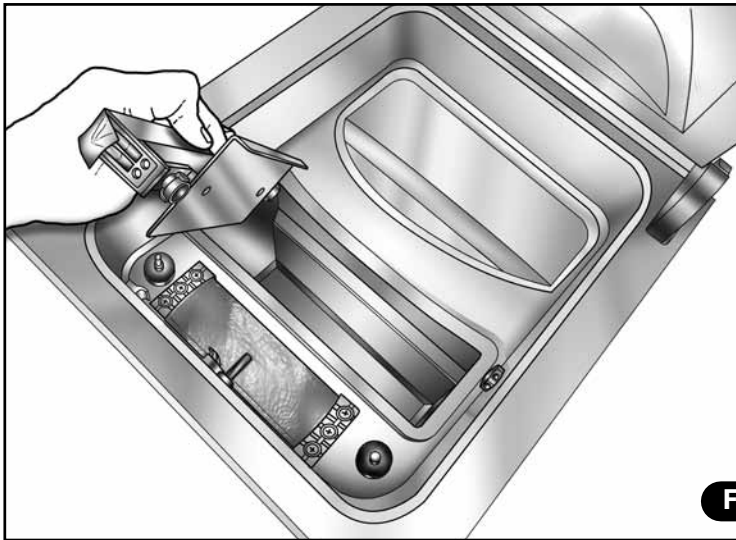

Fig. 2
2) Extraiga el cojinete y coloque el nuevo (Fig. 2).